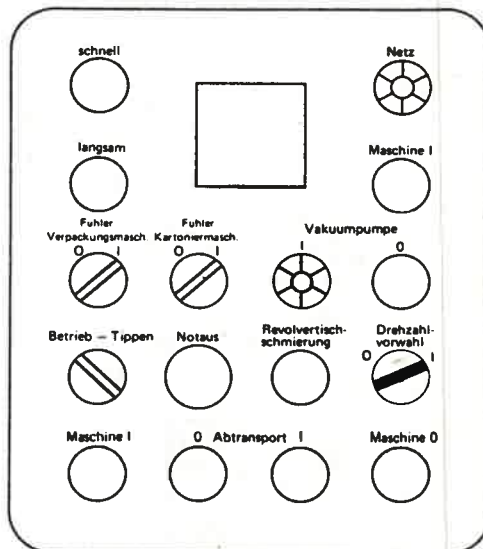

Bild 184
16. Zum Hochfahren auf die vorgewählte Drehzahl Wahlschalter „Drehzahlvorwahl“ (Bild 184) auf „I“ schalten bzw. Taster „Drehzahlvorwahl“ betätigen (Einstellen der vorgewählten Drehzahl siehe Abschnitt 6.7).